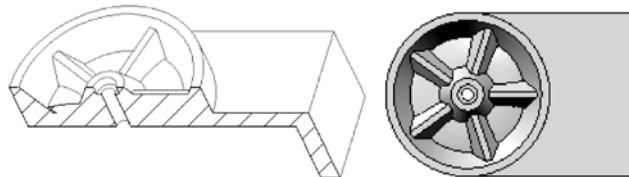

图 3-110 创建完成的机械零件
- 再单击“应用”按钮，完成沉孔的创建，结果如图 3-110 所示。